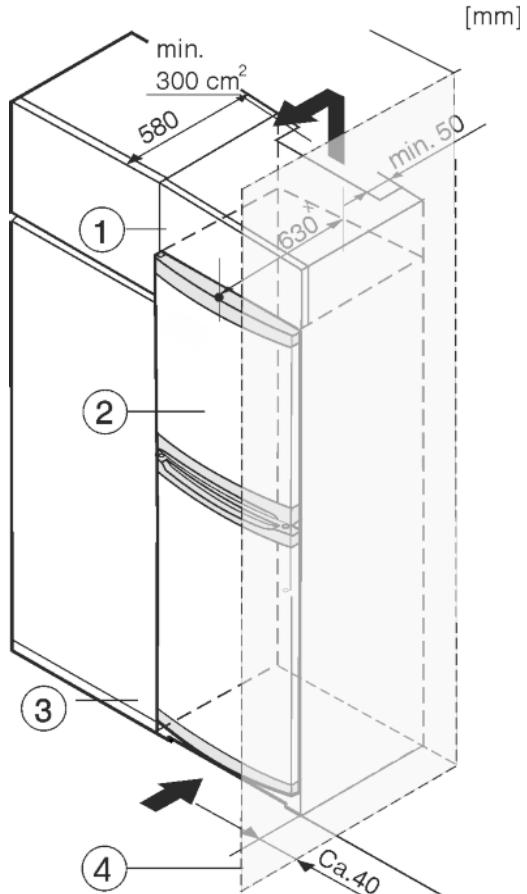

Fig. 7
- (1) Шкаф-пристройка
(2) Уред
- (3) Кухненски шкаф
(4) Стена
Уредът може да е обграден с кухненски шкафове. За да изравните височината на уреда Fig. 7 (2) с височината на вградената кухня, над уреда може да се постави шкаф-пристройка Fig. 7 (1).
При вграждане с кухненски шкафове (дълбочина макс. 580 mm), уредът може да се постави директно до кухненския шкаф Fig. 7 (3). Отстрани уредът е издаден на 34 mm *, а в средата на уреда - на 50 mm * спрямо предната страна на кухненския шкаф.
Когато уредът се постави с шарнири близо до стена Fig. 7 (4), разстоянието между уреда и стената трябва да бъде поне 40 mm. Това е разстоянието, на което дръжките излизат напред при отворена врата.